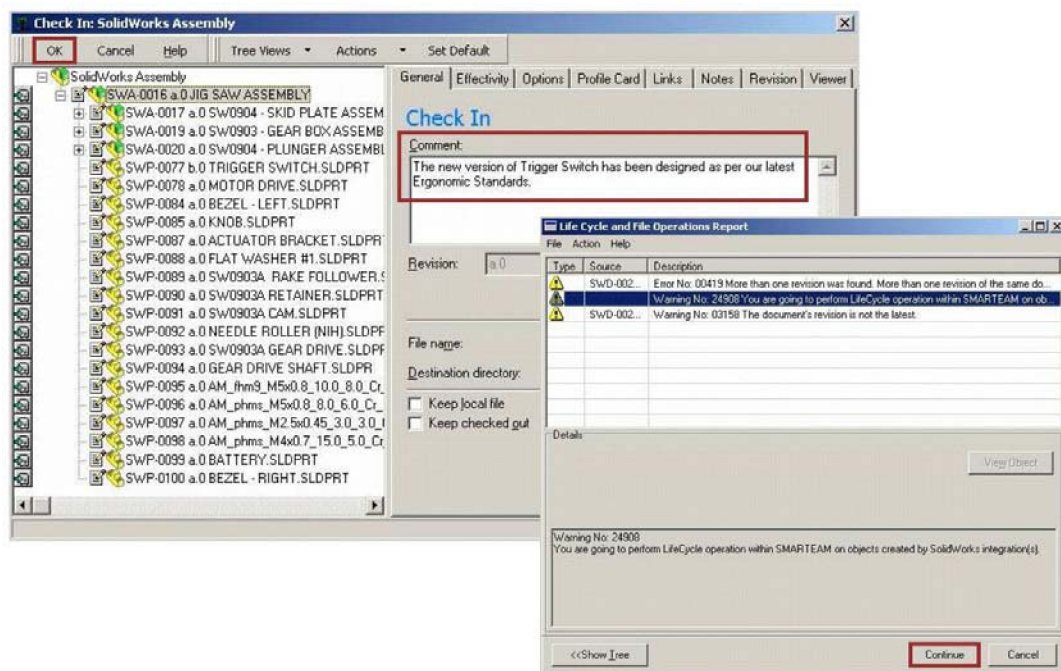

Рис. 74. Диалоговые окна «Check In» и «Life Cycle and File Operation Report»
- Наберите комментарий, как показано на рис. 74 и нажмите OK.